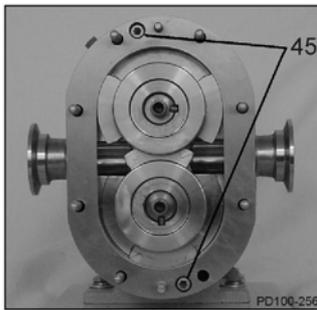

Abb. 36 Lage der Innensechskantschrauben
1. Entfernen Sie die beiden Innensechskantschrauben des Gehäuses (Abb.36, Pos. 45).